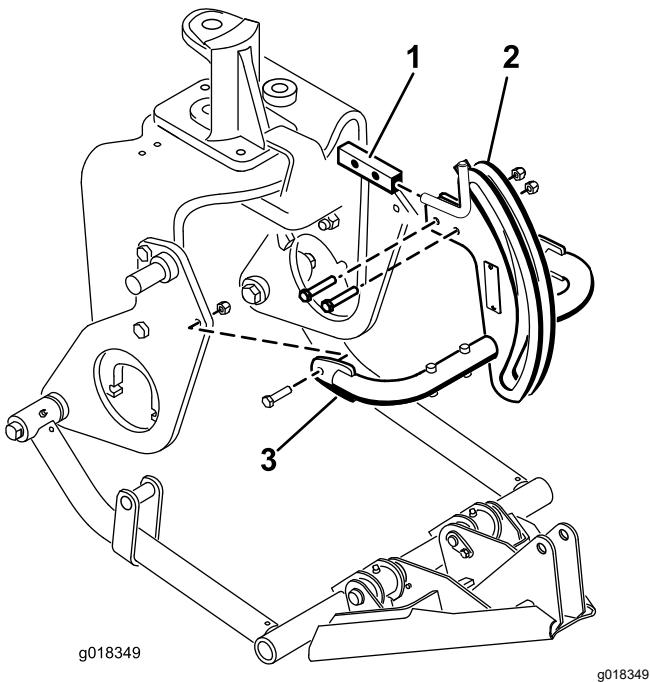

Figura 15
6. Monte la parte superior del bastidor de enganche en el soporte del bastidor de enganche con 2 pernos (3/8" x 2") y tuercas (Figura 15).
- Monte los tubos del bastidor de enganche en las chapas laterales con pernos (3/8" x 1½") y tuercas (Figura 15), y apriete las fijaciones.